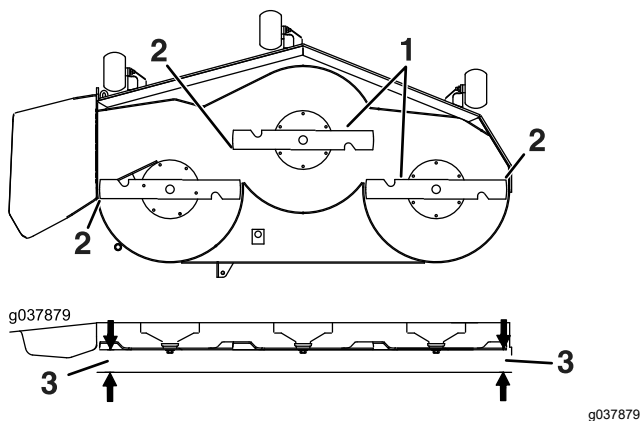

Figura 85
6. Mida entre la punta de la cuchilla y la superficie plana (Figura 85). Si hay una diferencia de más de 5 mm entre ambas dimensiones, ajuste la nivelación, y siga con este procedimiento.
14. Gire cuidadosamente las cuchillas colocándolas perpendicularmente al sentido de avance de la máquina (Figura 85).